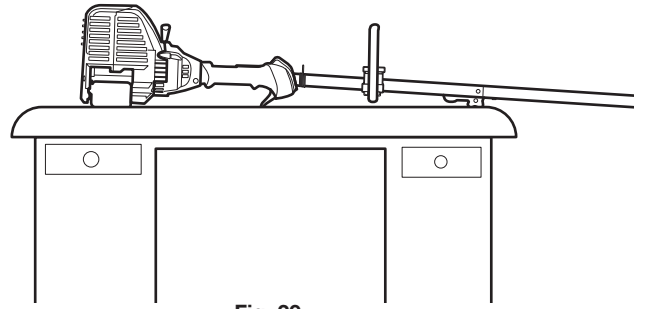

Fig. 29
2. **Ubique la unidad sobre una superficie plana y nivelada**, como un banco de trabajo o una mesa. El protector del cabezal de corte debe quedar colgando del borde de manera que el motor quede nivelado (Fig. 29).